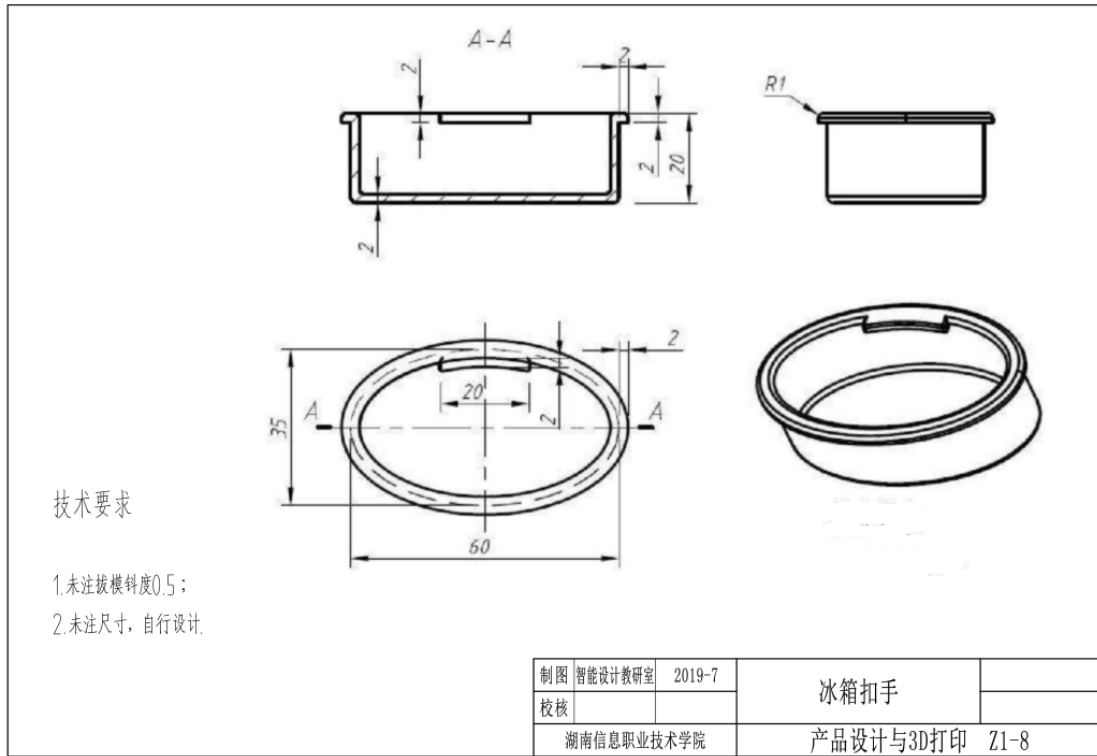

图 3-1-8 冰箱扣手零件图
按照图 3-1-8 的要求,对冰箱扣手零件进行产品造型、结构设计与 3D 打印。
- 2) 根据图 3-1-8 要求,对产品进行造型设计,符合产品强度及工艺等要求。